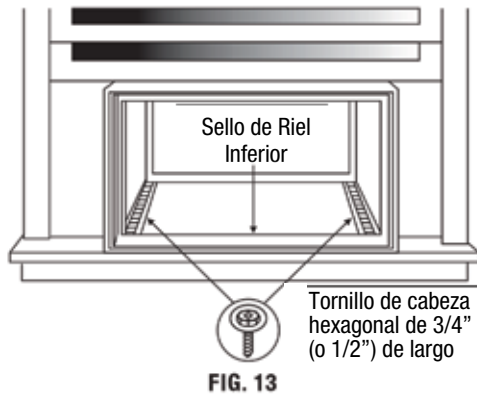

FIG. 13
5. Agregue el sello del riel inferior sobre el tornillo al alféizar de la ventana. (Vea la Fig.13 en la página siguiente).